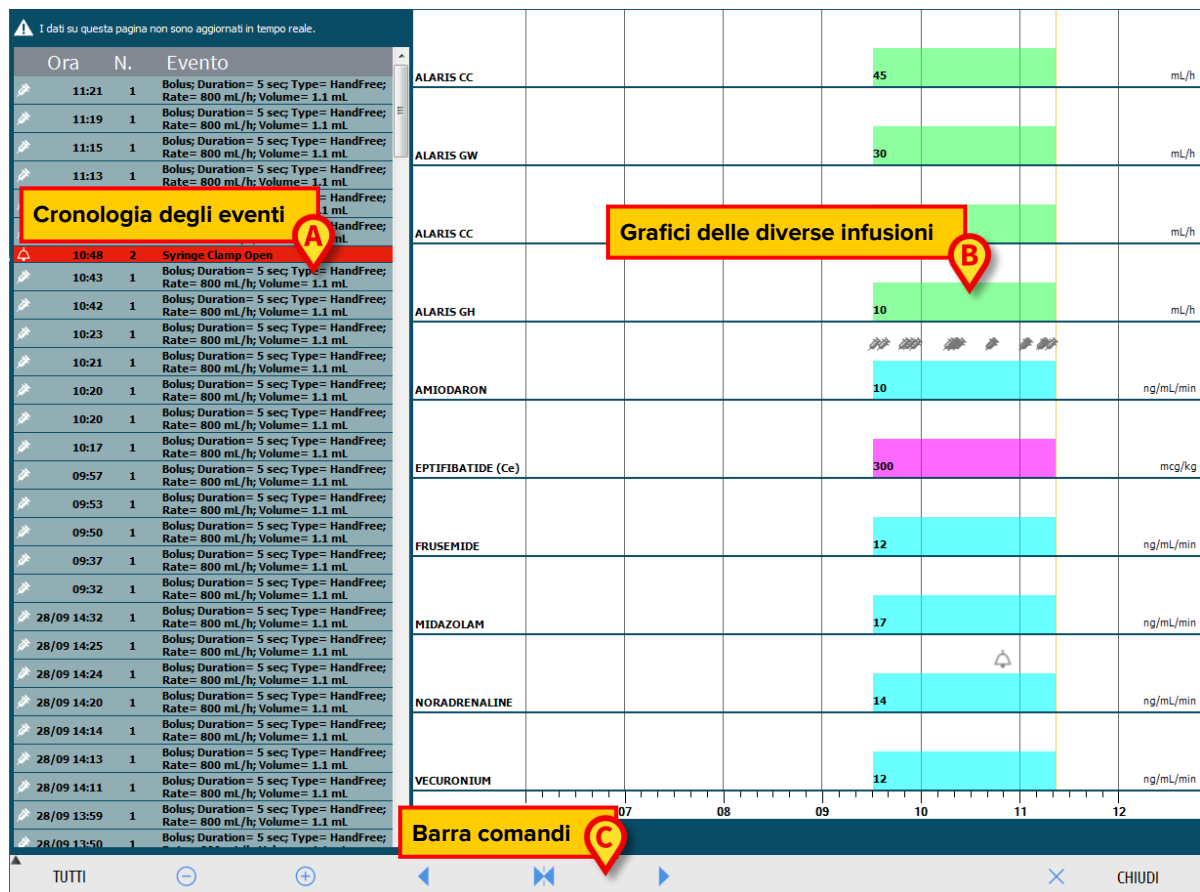

Fig 17
- un elenco di tutti gli eventi registrati da tutte le pompe per tutta la degenza del paziente selezionato (Fig 17 **A** – vedi pagina 16);
- un grafico delle diverse infusioni (Fig 17 **B** - le modalità di lettura del grafico sono le stesse spiegate per il grafico della “Centrale Paziente”, vedi pagina 13);
- una barra comandi che permette di gestire la visualizzazione del grafico (Fig 17 **C** – vedi pagina 16).